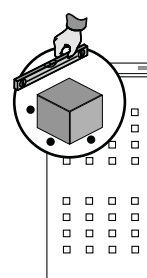

Fig.6
- Controllare con una livella bolla che la caldaia sia in piano. La caldaia è dotata di piedini regolabili (**fig.6**).